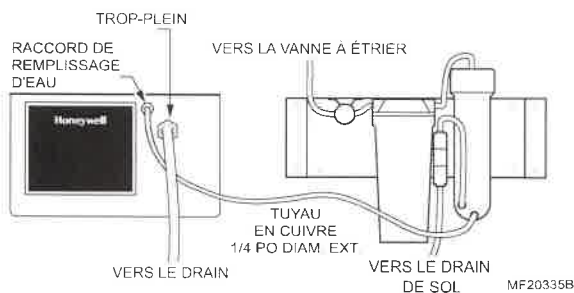

Fig. 11. Plomberie de l'appareil de traitement de l'eau et de l'humidificateur.
2. Installer un tuyau entre la vanne à étrier (fournie) et l'électrovanne sur l'appareil de traitement de l'eau. Voir la Fig. 11.